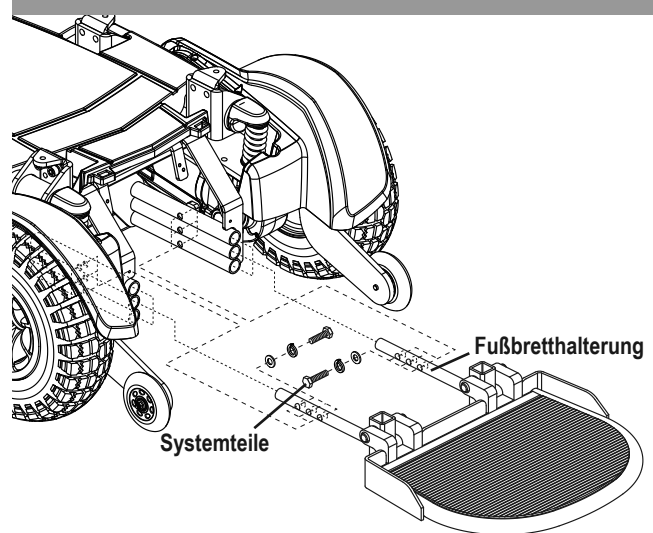

Bild 12. Einstellung des Fußbretts
1. Entfernen Sie die Systemteile von der Halterung des Fußbretts. **Siehe Bild 12.**